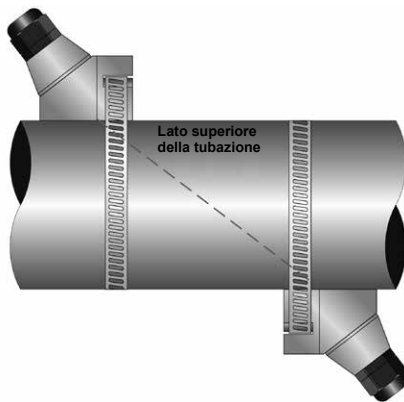

Fig. 22 - Installazione a Z dei trasduttori
- 7) Porre il trasduttore a valle sulla tubazione, rispettando la spaziatura in precedenza calcolata, come indicato in Fig. 22. Esercitando una pressione decisa con la mano, spostare lentamente il trasduttore, allontanandolo e avvicinandolo dal trasduttore a monte lungo la tubazione, osservando l'intensità del segnale rilevato. Fissare il trasduttore nella posizione in cui è stata rilevata l'intensità di segnale maggiore. Sono accettabili valori compresi fra 5 e 98. L'intensità del segnale preimpostata di default dalla fabbrica è 5, tuttavia sono possibili alcune condizioni applicative specifiche che possono impedire all'intensità del segnale di raggiungere tale livello.